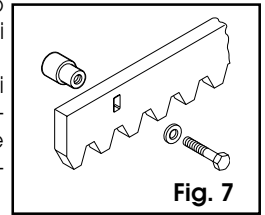

Fig. 7
1) Predisporre la cremagliera (fornibile a richiesta), con le viti TE 8 x 25 e i distanziali a saldare in dotazione, come da fig. 7.